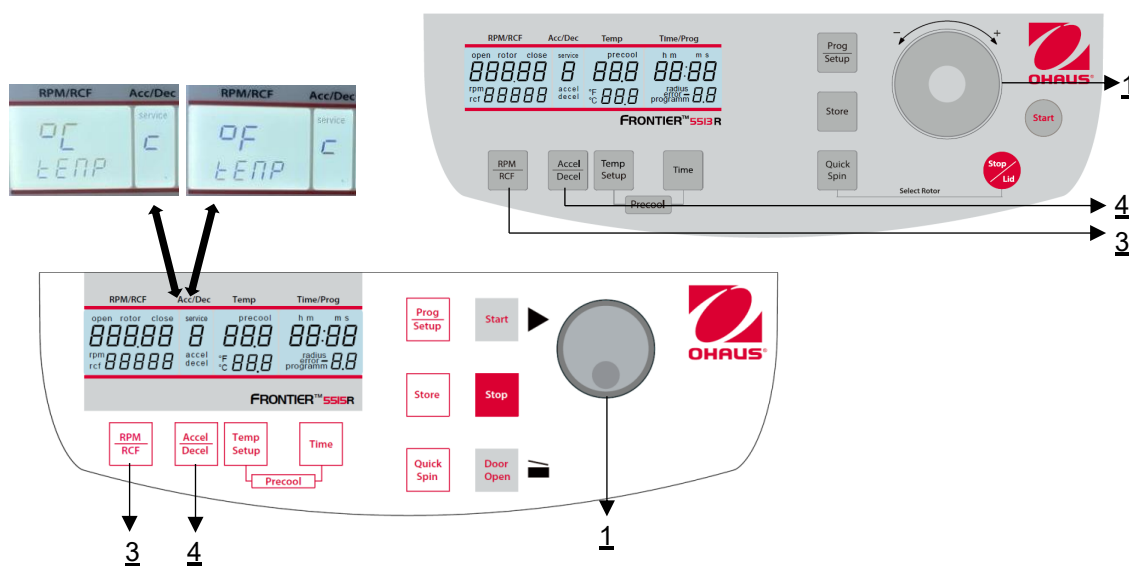

Figura 27
Procedere come descritto al punto 4.1.1 per entrare in questa modalità di programma e poi premere il tasto **"Accel/Decel"** (4). Nel display **"Acc/Dec"** (A-2) lampeggia la parola **"Service"** (M12). Selezionare ora la lettera **"C"** con il bottone di regolazione / rotella (1). Di conseguenza, nel display **"RPM | RCF"** (A-1) appare la scritta **"°C/°F temp"**. Se si preme il tasto **"RPM | RCF"** (3), lampeggia la scritta **"°C"** e si può cambiare la visualizzazione in Fahrenheit **"°F"** con la manopola di regolazione/rotella (1) (vedere Figura 27).